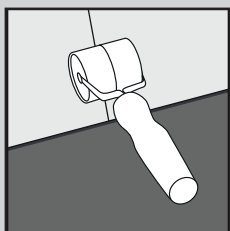

Fig. 4
5. Continúe instalando tablon/baldosa a lo largo de la sala hasta completar la fila ayudándose de un rodillo de mano (Fig. 4). Solo si fuera necesario, utilice una maza de goma y un recorte del producto para golpear con suavidad y que encaje. Puede utilizar una palanca para encajar el producto en los bordes del perímetro de la sala (Fig. 5).